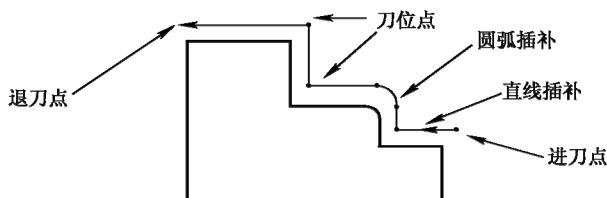

图 3-4 刀具轨迹和刀位点
(5) 刀具轨迹和刀位点 刀具轨迹是系统按给定工艺要求生成的对给定加工图形进行切削时刀具行进的路线,如图 3-4 所示。系统以图形方式显示,刀具轨迹由一系列有序的刀位点和连接这些刀位点的直线(直线插补)或圆弧(圆弧插补)组成。